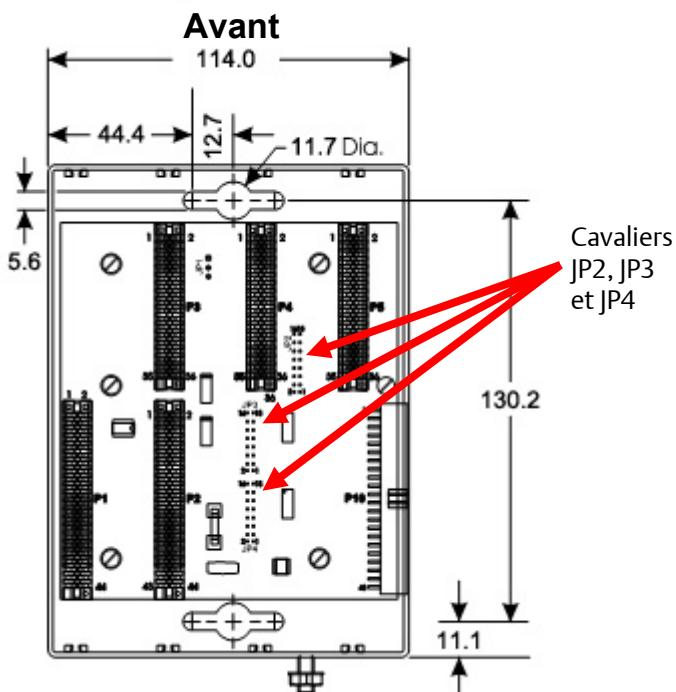

Figure 2. Dimensions du boîtier de base à 4 emplacements ControlWave Micro (en millimètres)
- Boîtier de base. Positionnez comme souhaité sur la plaque de montage et repérez l'emplacement des orifices de fixation sur la plaque en utilisant le ControlWave Micro comme modèle. Voir *Figure 2* pour les dimensions. Percez et taraudez les orifices de fixation dans la plaque. Positionnez le ControlWave Micro au-dessus des emplacements taraudés et fixez-le à la plaque avec 4 vis (non fournies). Serrez les vis au couple de 1,1 à 1,4 N.m environ.
Remarque : en cas de fixation d'un boîtier d'extension à un boîtier de base à 4 ou 8 emplacements, déposez les trois terminaisons de bus (JP2, JP3 et JP4 illustrés *Figure 2*) de la face arrière du boîtier de base.
Les boîtiers de base possèdent un plot de masse (voir *Figure 2*) qui peut recevoir des fils mesurant jusqu'à 5,19 mm. Après avoir installé le boîtier de base et tout boîtier d'extension, et avant d'installer tout